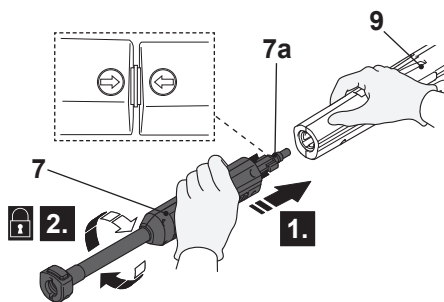
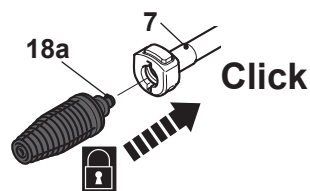

Fig. 4
Fig. 5
1. Aliniați și introduceți limbile (7a) ale lancei de extindere (7) în canelurile de conectare ale pistolului de pulverizare (9). (Fig. 4 pasul 1).
2. Atașați în siguranță lancea de extindere (7) Rotind în sensul acelor de ceasornic pentru a fixa în poziție (pasul 2). Asigurați-vă că săgeata de pe Pistolul de pulverizare este aliniată cu săgeata de pe lanca de extindere.
3. Aliniați limbile (18a) cu duza cu canelurile portului de conectare a lancei de extindere (7) (Fig.5).